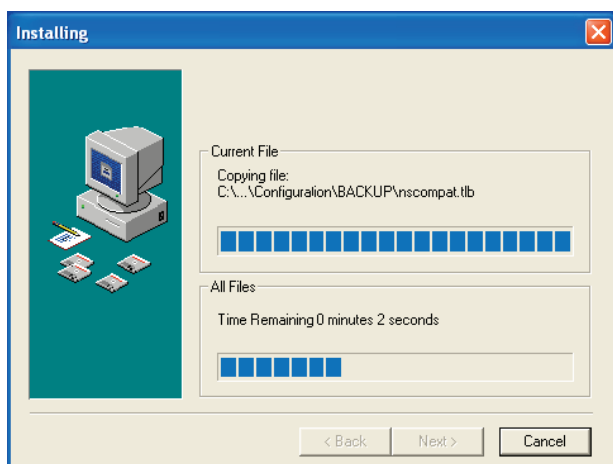

рисунок 8.5: Установка программного обеспечения
- 5 Выполните инструкции, приведенные в окне, затем щелкните по [Next]. Начнется установка программного обеспечения (см. рисунок 8.5).